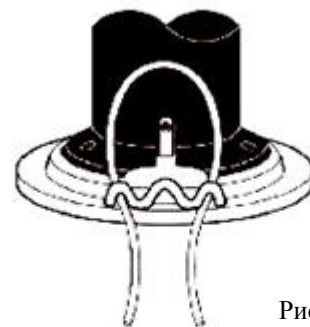

Рис. 1
3. Согните новый отрезок корда пополам и просуньте его согнутыми концами во внешние проушины на крепежной пластине изнутри наружу (Рис.1).